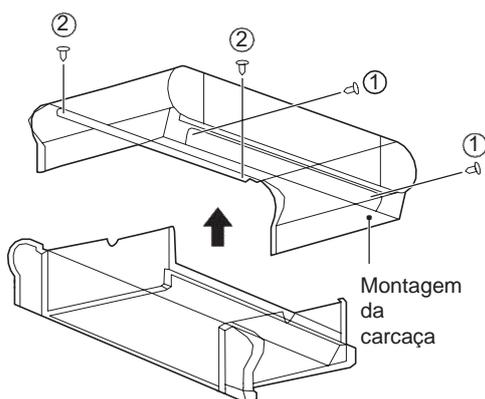

Figura 4-4: Remoção da carcaça
- Como mostra a Figura 4-4, remova os parafusos ①*2 e ②*2e logo depois a caixa.